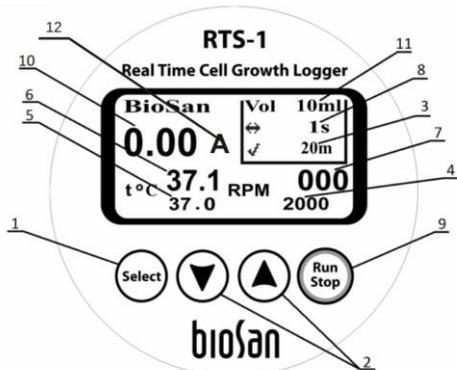

Fig.2 Panneau de configuration
- Réglez le paramètre de volume de l'eau distillée sur l'écran (fig. 2/11);
- Appuyez sur la touche **Run Stop** (fig.2/9) (le dispositif commencera le cycle de mesure de DO en accélérant jusqu'à 2 000 tpm);
- 5.4. Appuyez sur la touche **Select** (fig. 2/1) pour choisir le paramètre que vous souhaitez modifier (le paramètre actif clignote).
- 5.5. Utilisez les touches ▲ et ▼ (fig.2/2) pour régler la valeur nécessaire (si vous appuyez sur la touche pendant plus de 2 secondes, le paramètre changera plus rapidement).
- 5.6. Il est possible de régler la durée entre les mesures de densité optique (fig.2/3), la vitesse de rotation (fig.2/4), la température (fig.2/5), la durée entre les rotations inversées (fig. 2/8), le volume utilisé (fig.2/11). Les valeurs actuelles de la température et de la vitesse s'affichent sur l'écran (fig. 2/6 et fig. 2/7).
- 5.7. Appuyez sur la touche **Run Stop** (fig. 2/9) pour commencer et arrêter l'opération.
- 5.8. Appuyez sur la touche **Run Stop** (fig. 2/9) pour commencer et arrêter l'opération.
-  **Attention!** L'arrêt de l'opération n'interrompra pas le processus de chauffage. Pour arrêter le processus de chauffage, il est nécessaire de baisser manuellement la température jusqu'à ce que l'indication "off" apparaisse (fig.2/5).